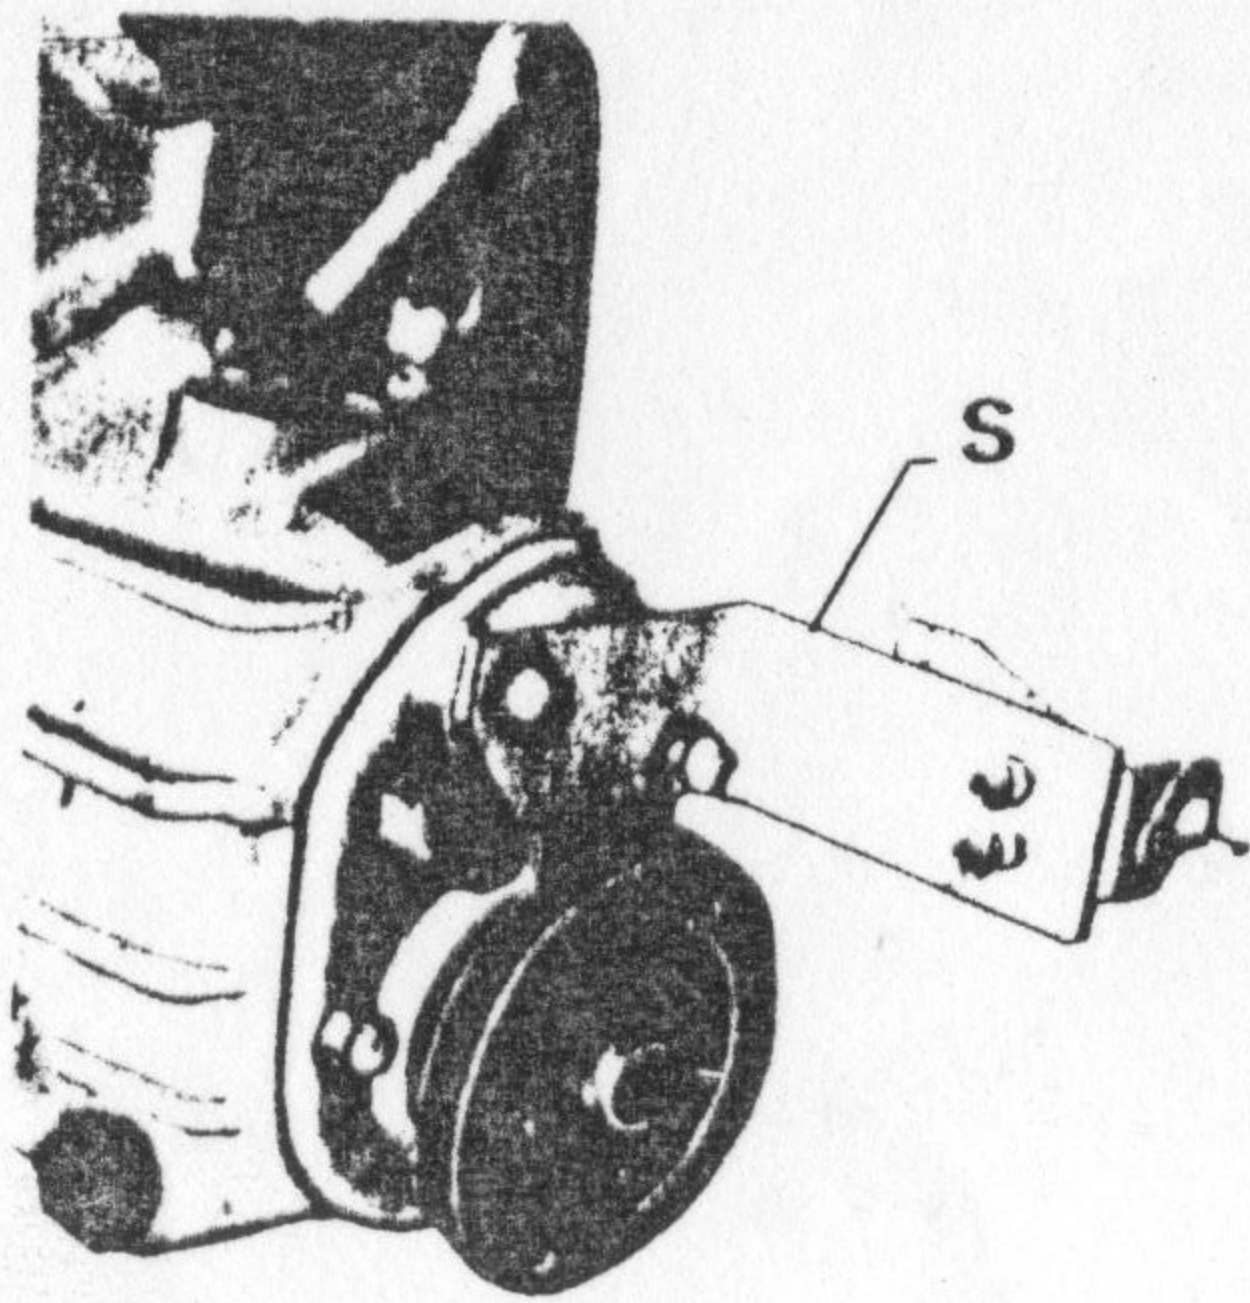

Fig. E2
- le support S - Fig. E2 de commande à distance (2 vis M.8).
- the remote control support «S» Fig. E2 (2 screws M.8).